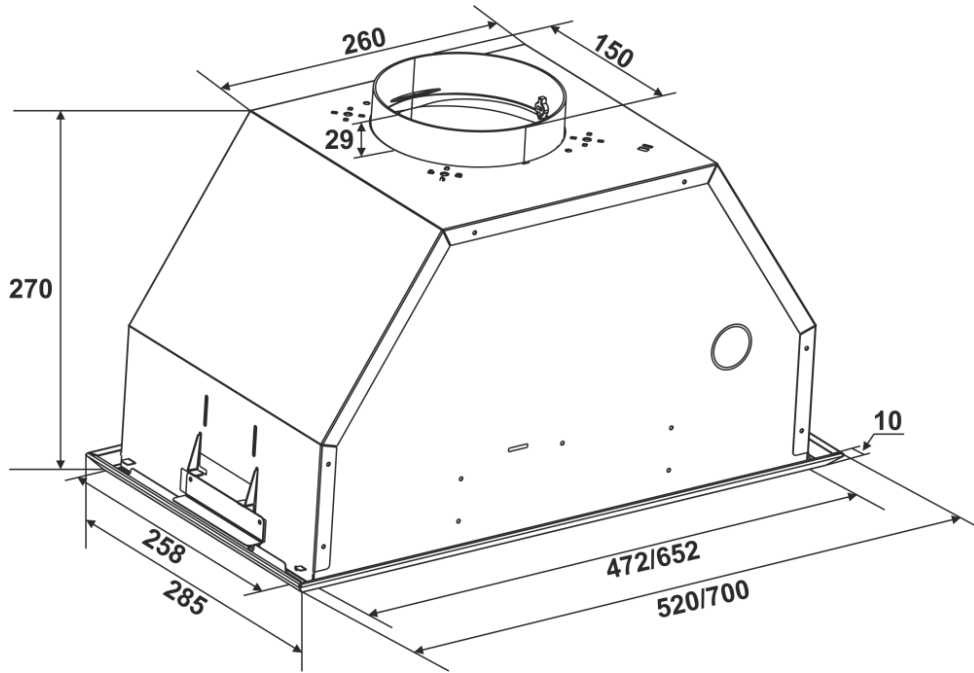

Рис.4
6.4 З врахуванням встановленої висоти і умовою прилягання витяжки до дна нижньої полки навісної меблевої шафи по раніше виготовленому паперовому шаблону розмітьте і виріжте прямокутний отвір згідно габариту **АхБ** (рис.4) вмонтованої частини витяжки.